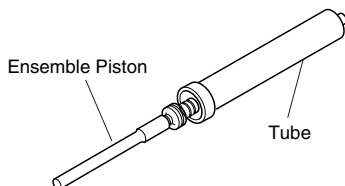

Figure 4 - Retrait de l'ensemble piston du tube
6. Retirer le piston du tube, en utilisant une force moyenne (consulter la Figure 4).